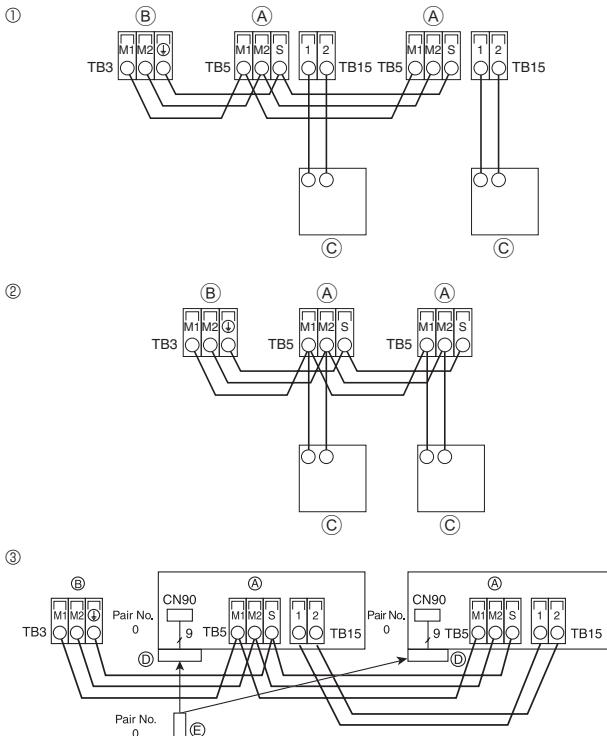

Fig. 6-3
6.4. Anschluss der Fernbedienungs-, Innen- und Außenübertragungskabel (Fig. 6-3)
① MA-Fernbedienung
② M-NET-Fernbedienung